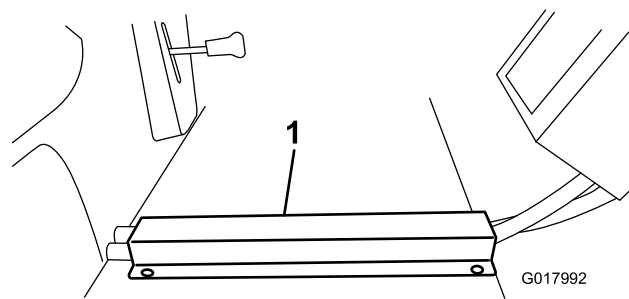

Figura 36
3. Posizionate la canalina del flessibile sui flessibili sul pavimento e allineate il bordo davanti con il bordo anteriore del pavimento. Segnate e praticate i fori sul pavimento, quindi installate le viti autofilettanti (Figura 36).